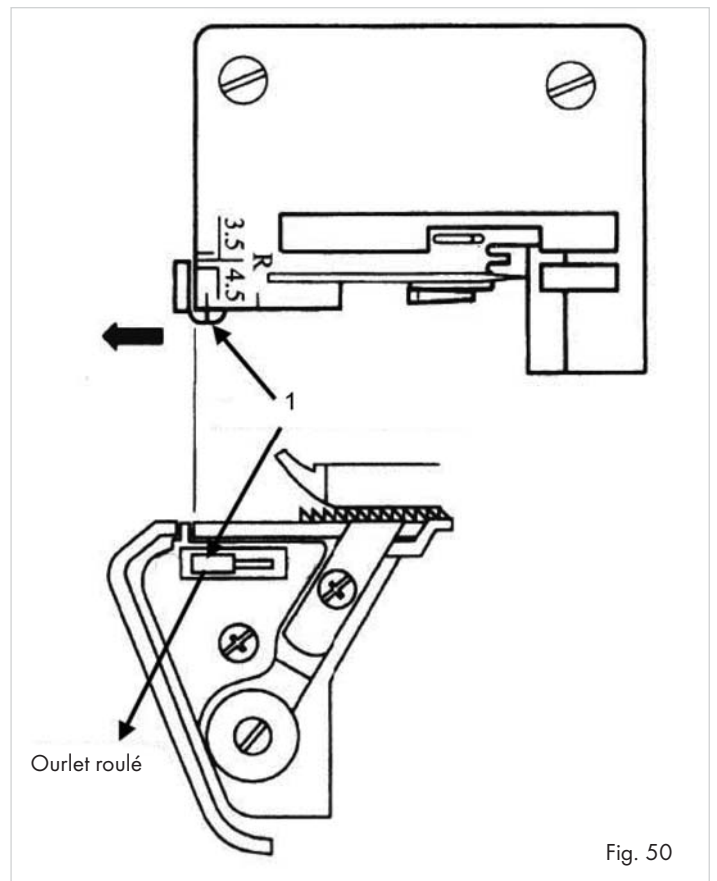

Fig. 50
- Faites glisser l'interrupteur de largeur de couture 23 sur "R", afin de faire reculer le doigt de largeur de couture (1) (Fig. 50).
❶ Remarque :